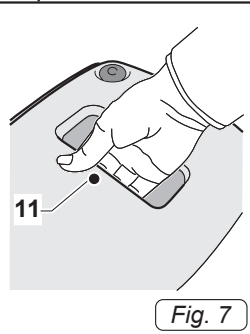

Fig. 7
- Per il suo sollevamento inserire le dita della mano nell'apposita maniglia (11 Fig.7) ricavata sulla parte superiore del coperchio.